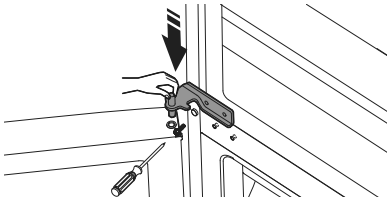

Figure 19
34. Insérez l'axe de la charnière au-dessus de la porte du congélateur et fixez la charnière centrale sur l'armoire réfrigérante à l'aide de deux vis (voir Figure 19).